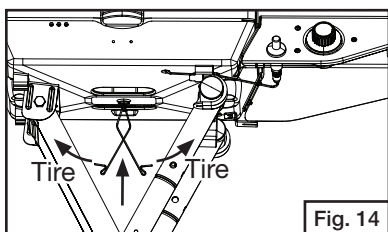

Fig. 14
- Abra la parrilla plegada. Coloque un pie en la manija de remolque, sujete la manija de la mesa auxiliar y levántela, llevándola hacia usted. Continúe subiéndola hasta que el soporte de la parrilla quede completamente extendido. (Fig. 14)
- Separe el soporte del recipiente para grasa e insértelo en el orificio de goteo en la parte inferior central de la base de la parrilla. (Fig. 14)